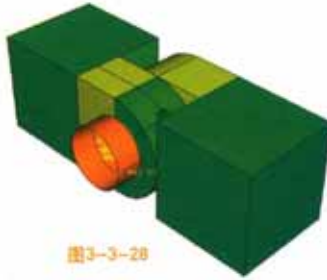

图3-3-28
5. 再采用上面相同的技术将突起的底部分割成2个部分, 最终结果如图3-3-28所示。